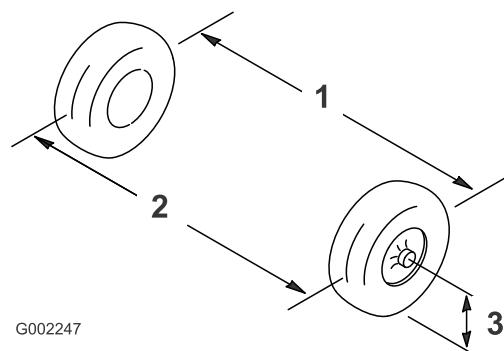

Figura 89
2. Meça a distância entre os pneus dianteiros à altura do eixo na zona dianteira e traseira dos pneus dianteiros (Figura 89).